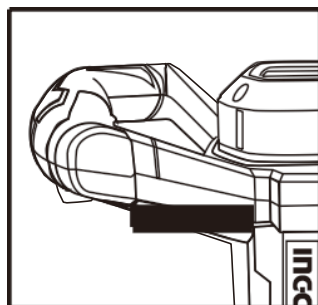

Рис.5
(2) Инструкция по эксплуатации электронного регулятора скорости: (Рис. 5)